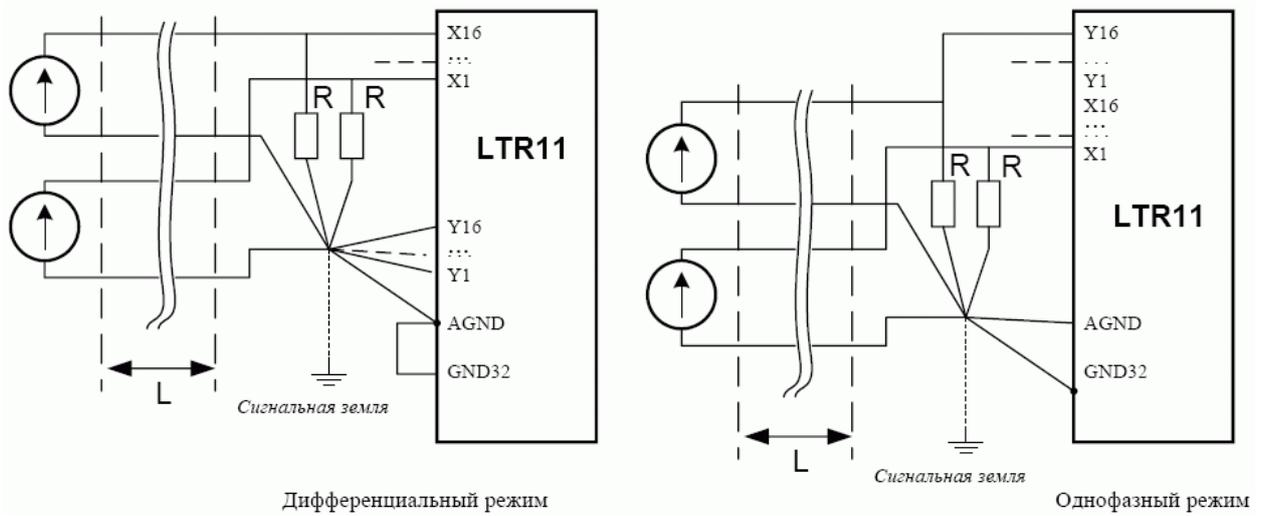

Рис. 5-8
- Примените особый случай подключения входных сигналов *по току* (рис. 5-8, стр. 116), если в Вашей задаче это возможно сделать
Существует частный случай подключения входных цепей, при котором длина входных проводов не оказывает существенного влияния на межканальное прохождение. Это подключение входных сигналов как источников тока. На рис. 5-8, стр. 116 приведены два случая такого подключения для 16-ти и 32-канального режима LTR11. В этих примерах резисторы должны иметь сопротивления $75 \dots 500$ Ом (чем ближе к волновому сопротивлению линии, тем лучше). При этом источник сигнала должен обеспечивать соответствующий выходной ток для раскачки входного напряжения на требуемом входном диапазоне LTR11. Длина проводов L не оказывает существенного влияния на длительность переходного процесса на входе LTR11, поскольку фактически малый импеданс источника сигнала обеспечен.